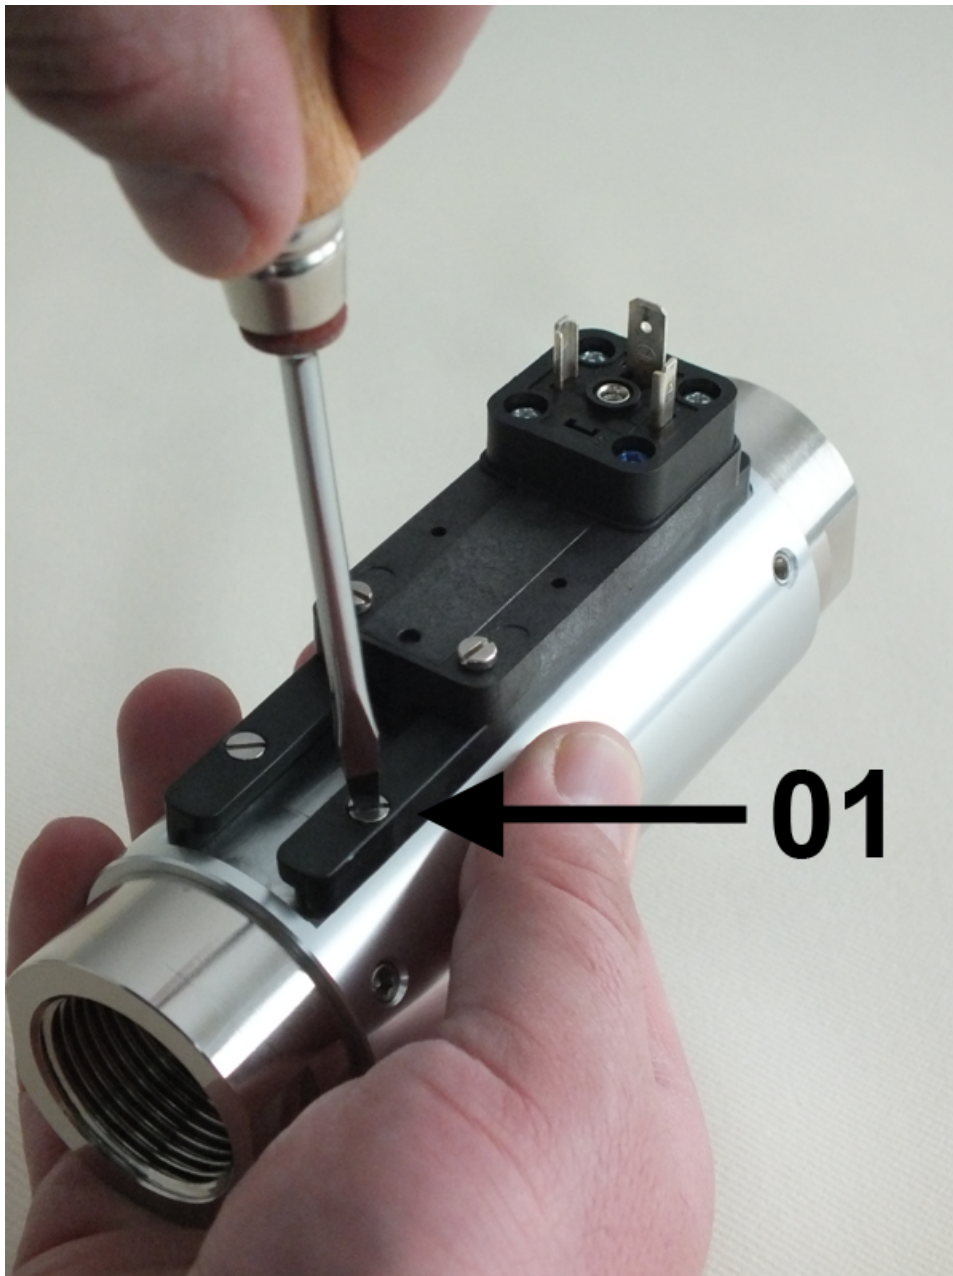

Abb. 62: Führungsleiste lösen
4.  Eine der beiden Schrauben (Abb. 62/01) der Führungsleisten lösen
- 9.** ▶ Führungsleiste (Abb. 62/01) festschrauben